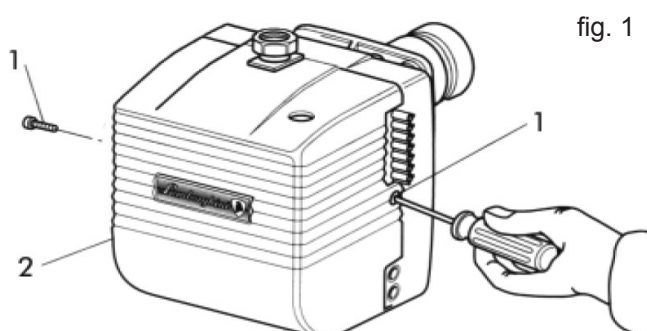

fig. 1
Pour accéder aux éléments principaux, il suffit de retirer le coffre comme indiqué à la (fig.1). Pour l'entretien de la tête de combustion, procéder comme suit:
- Fermer le robinet du gaz et détacher la rampe à gaz du brûleur. Dévisser les vis 1 et retirer le coffre 2 (fig.1).